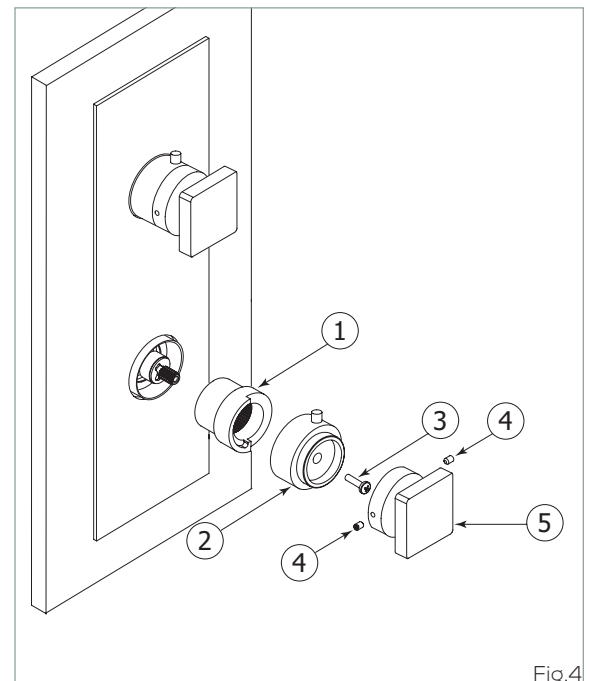

Fig.4
Remove the setscrew (4), the handle (5), the screw (3) and volume control handle (2) (See Fig.4).
Retirer les vis de retenue (4), la poignée (5), la vis (3) et la poignée de contrôle de volume (2). (Voir Fig.4).